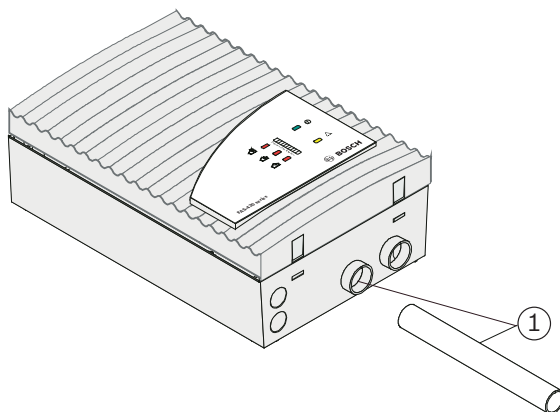

Рисунок 4.7 Подключение воздухозаборной трубы к аспирационному извещателю FAS-420
1. Для подключения воздухозаборной трубы к извещателю FAS-420 вставьте ее в соответствующее отверстие (см. Рисунок 4.7).